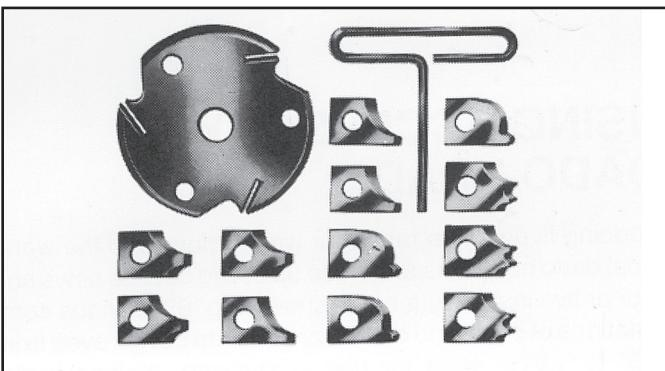

FIG. 71
El cabezal para molduras consta de un cabezal portacuchilla en el que se pueden ensamblar cuchillas de acero de distintas formas (Fig. 71). Cada una de las tres cuchillas de un juego se coloca en una ranura en el cabezal portacuchilla y se sujetan con un tornillo. Se debe evitar que se acumule aserrín en las ranuras de la cuchilla, ya que el aserrín no permite que la cuchilla se asiente correctamente.
3. Coloque el revestimiento de madera sobre el cabezal portacuchilla, que debe estar por debajo de la superficie de la mesa. Encienda la sierra y levante el cabezal portacuchilla. El cabezal portacuchilla corta su propia ranura en el revestimiento de madera. La Fig. 71 muestra una operación para moldura típica.